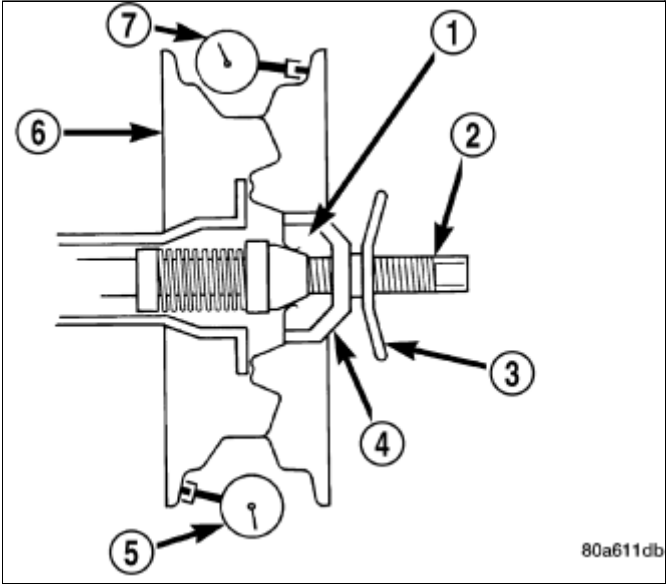

图 5 检查车轮的横向跳动
d. 在轮胎圆缘座上测量横向偏摆(图 5)。 对于所有车轮，偏摆不应超过0.762 mm（0.030英寸）。 如果超过限制，则更换车轮。